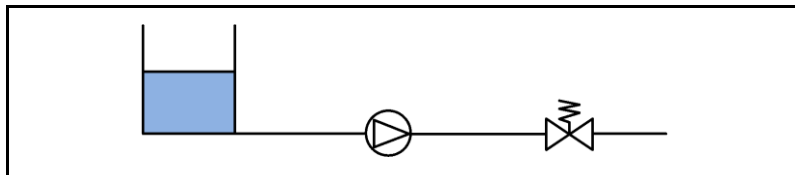

Fig. 20: Ausgasende Medien
Um Flüssigkeiten mit niedrigem Dampfdruck, z.B. Lösungsmittel, genau zu dosieren ist das System gemäss Fig. 20 aufzubauen
1. System gemäss Fig. 20 aufbauen